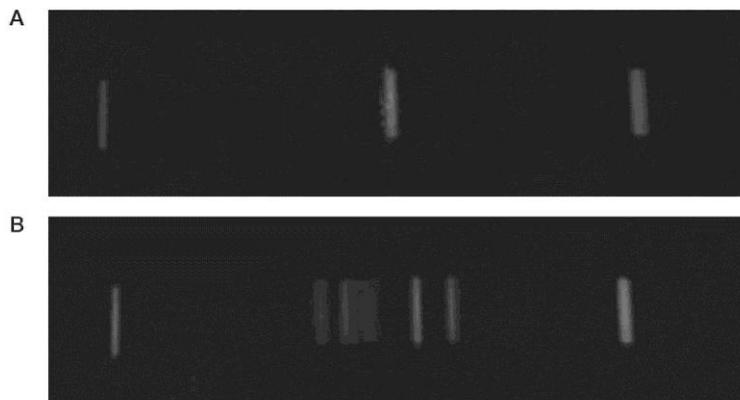

Рис. 21. Примеры надлежащего центрального потока (А) и рассеянного центрального потока (В)
4. Регулируйте движок предотвращения рассеяния, пока центральный поток не будет сфокусирован (Рис. 21).